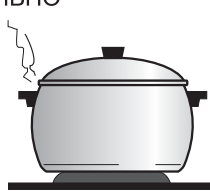

Рис.2
- **ПОМНИТЕ!** для быстрого приготовления пищи посуда должна иметь плоское дно, хорошо прилегающее к поверхности конфорки. Диаметр посуды должен равняться или быть немного больше диаметра конфорки (рис.2).